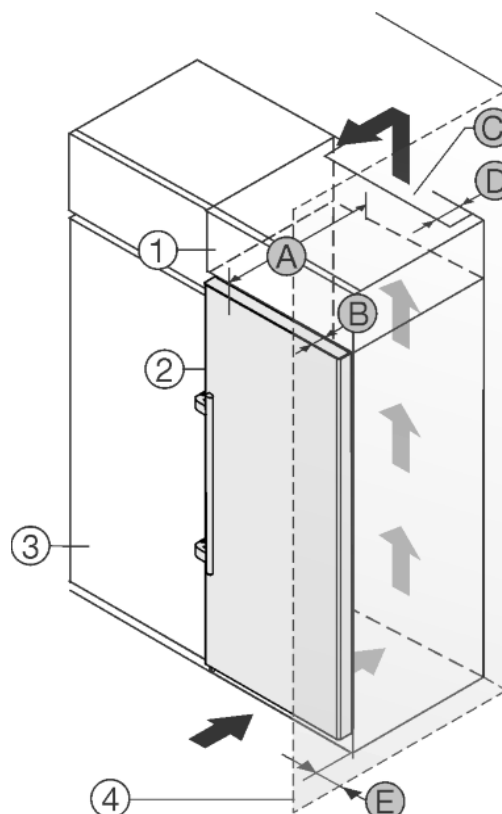

Fig. 8
Устройство может быть окружено кухонными шкафами. Чтобы уравнивать устройство Fig. 8 (2) по высоте с кухонной стенкой, можно установить над устройством дополнительный шкафчик Fig. 8 (1).
Установить устройство можно непосредственно рядом с кухонным шкафом Fig. 8 (3). Чтобы можно было полностью открыть двери, устройство должно выступать на глубину Fig. 8 (B) относительно передней стенки кухонного шкафа. В зависимости от глубины кухонных шкафов и использования пристенных распорок устройство может выступать и больше.
- На задней стенке дополнительного шкафчика должен быть вентиляционный канал с глубиной Fig. 8 (D) по всей ширине этого шкафа.
- Нужно соблюдать вентиляционное отверстие Fig. 8 (C) под нижней панелью.
Если устройство установлено на шарнирах у стены *Fig. 8 (4)*, то нужно соблюдать расстояние *Fig. 8 (E)* между устройством и стеной. Настолько выступает ручка при открытой дверце.